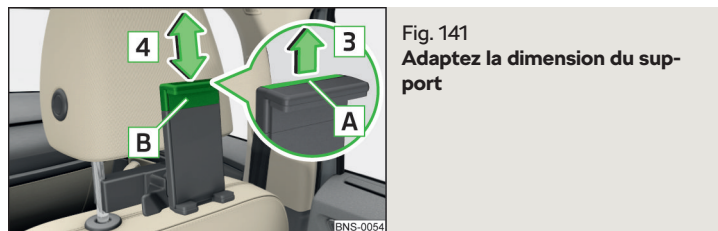

Fig. 141 Adaptez la dimension du support
- Pour ajuster la taille du support, tirez la languette A dans le sens de la flèche 3 et déplacez la pièce B dans la position souhaitée dans le sens de la flèche 4 » fig. 141.